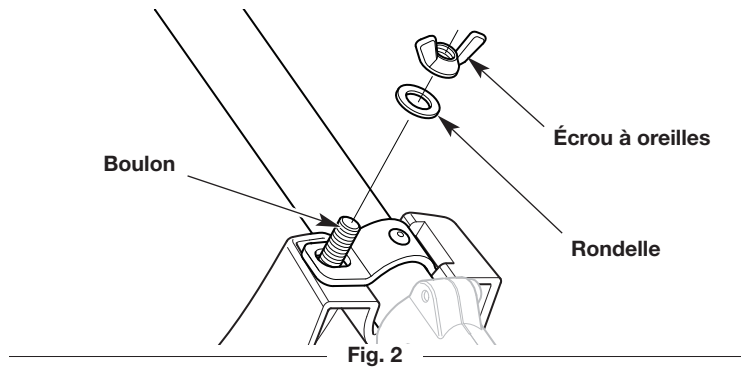

Fig. 2
4. Placez la rondelle sur le boulon (Fig. 2).
5. Vissez l'écrou à oreilles sur le boulon jusqu'à ce que le bouclier de la tête de coupe soit bien en place (Fig. 2).